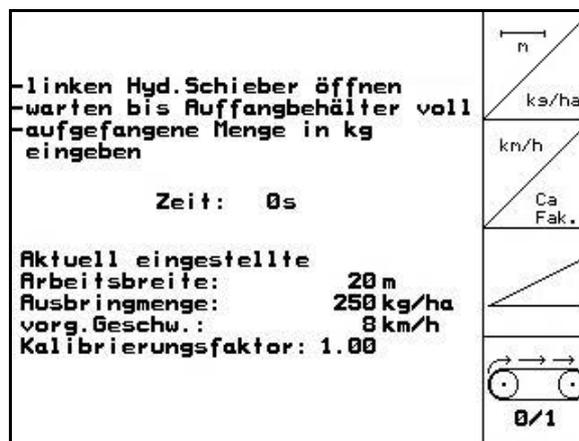

Fig. 54
1. (Fig. 54) Förderband einschalten und damit Düngervorkammer füllen.